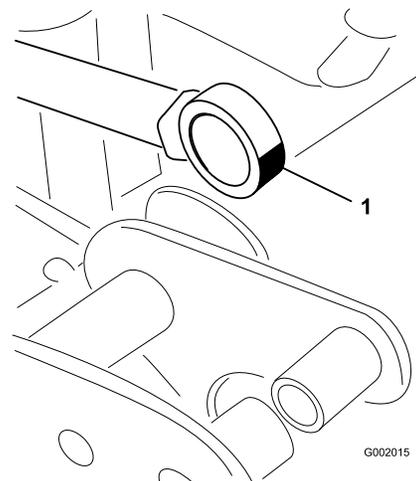

Bild 51
5. Drehen Sie das Lagerende der Aktuatorstange und schmieren Sie Schmiermittel in das Lager (Bild 51). Wischen Sie überflüssiges Fett ab.